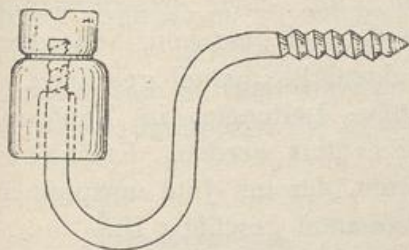

Abb. 690.
a) Blanke Leitungen. Der Leitungsdraht ist für Telegraphen- und Fernsprechanlagen aus Eisen, in neuerer Zeit aus Bronze. Die eisernen Drähte sind verzinkt und haben 3 bis 5 mm Durchmesser; Bronzedrähte sind etwa nur halb so stark, da Bronze besser leitet als Eisen. Die Leitungsdrähte werden auf Stützen durch die Luft geführt, und zwar zunächst auf sog. Glocken, Porzellanhüten (Isolatoren), welche eine eiserne einschraubbare Stütze haben (Abb. 690).